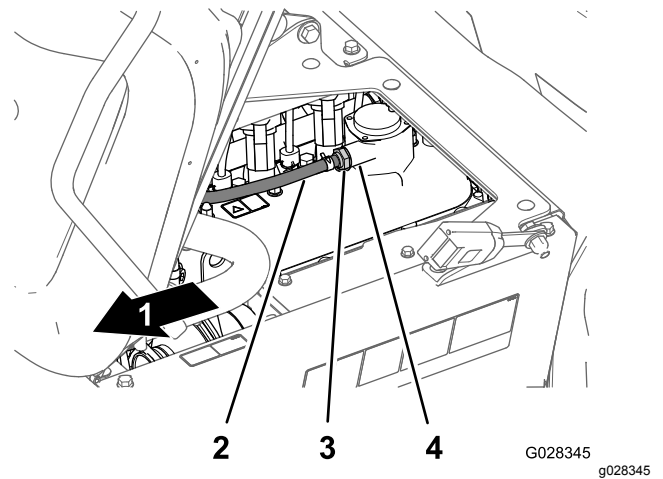

Figure 71
2. Déposez le clapet RGC du raccord sur le couvre-culasse (Figure 71).
Remarque: Si vous entendez le restricteur interne du clapet RGC cliqueter, le clapet est réparable; si vous ne l'entendez pas, remplacez le clapet (Figure 71).
4. Insérez le clapet RGC jusqu'à ce qu'il soit complètement engagé dans le joint du raccord du couvre-culasse (Figure 71).